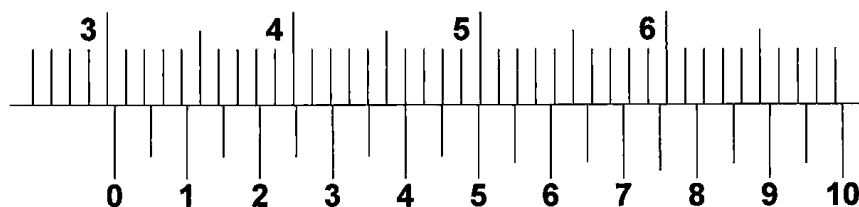

Fig.3
- 5) viene misurato il diametro di tale albero con un calibro ventesimale, il cui nonio indica la misura raffigurata in Fig.3: il candidato descriva cosa si può desumere riguardo al rispetto della tolleranza e alla lavorazione in atto.